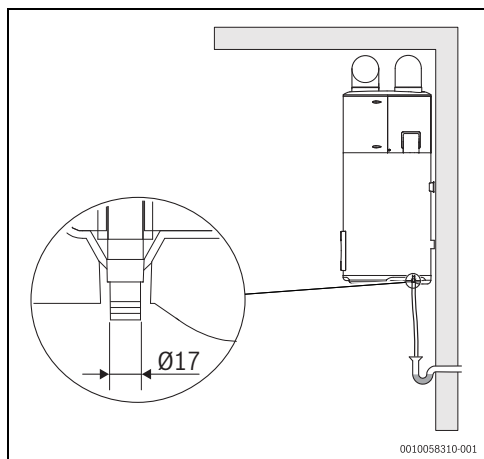

Fig. 21 Ligação da drenagem de condensados
- ▶ Ligar uma tubagem flexível Ø 17mm (Fig. 21).